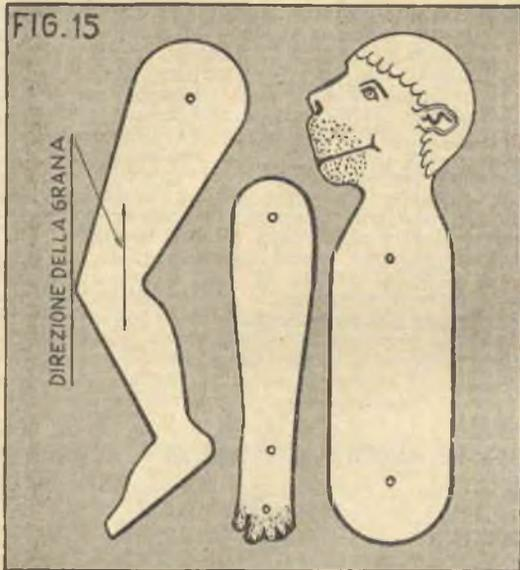

**FIG. 14a**
**MEO**, illustrato in *fig. 14a* è fatto di legno di 5 mm. tranne che per la testa, che sarà di spessore leggermente superiore, allo scopo di separare i due pezzi del corpo quanto occorre per concedere piena libertà di movimento alle gambe ed alle braccia.
Prima del montaggio, fissate un filo robusto alle estremità superiori delle braccia e delle gambe per assicurare il loro movimento (vedere *fig. 14a*).